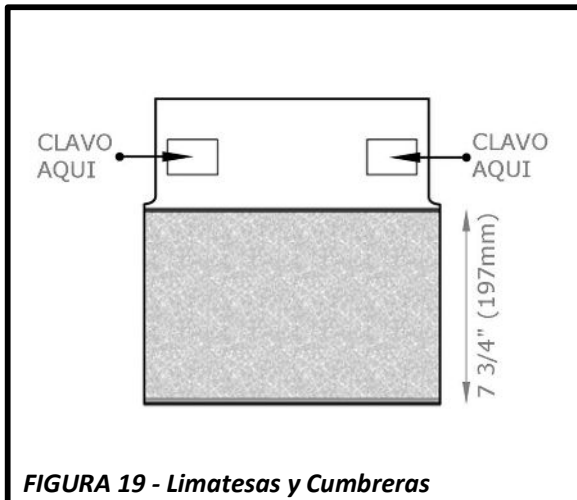

FIGURA 19 - Limatesas y Cumbreras
- Fijelas usando dos sujetadores de **1 3/4" (44mm)**. Clavos deben penetrar la plataforma de techo por lo menos **3/4" (19mm)** o **1/8" (3,2 mm)** a través de la plataforma de techo. Instálaslas a **1" (25 mm)** de la orilla de la teja en zona indicada como mostrado en la **Figura 19**.